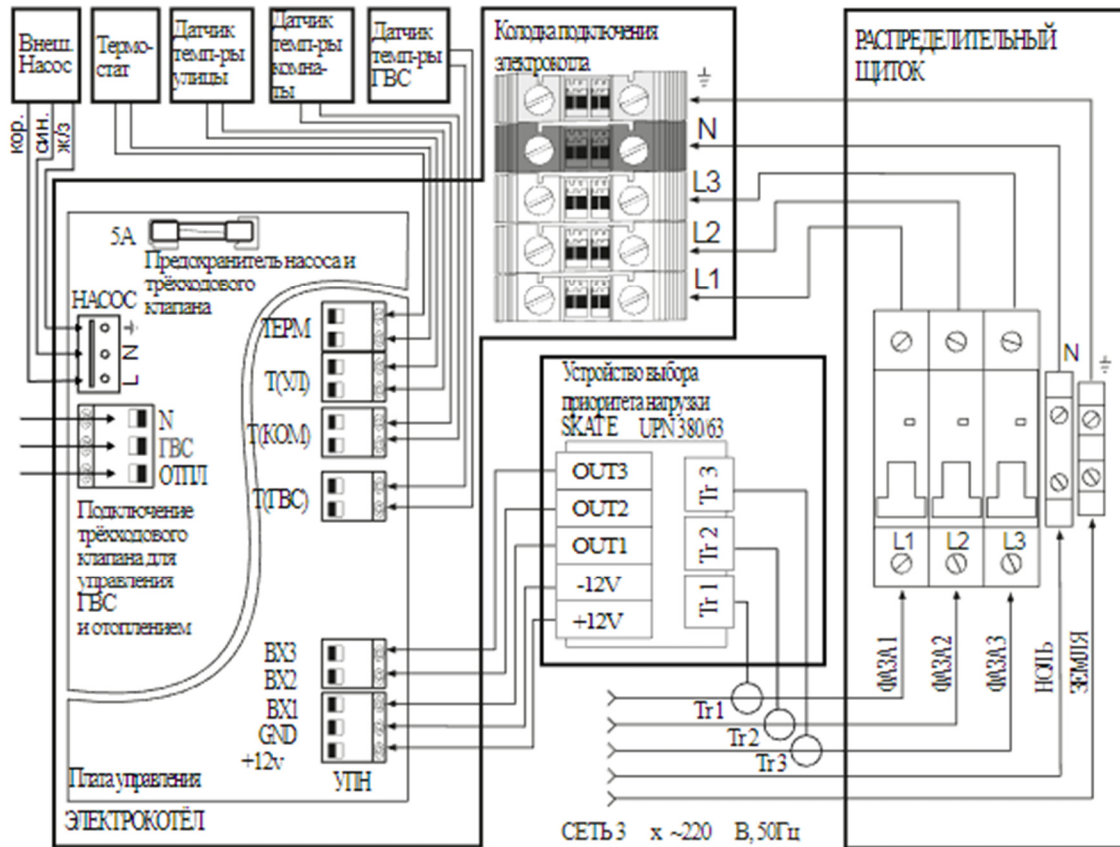

Рис. 6. Схема подключения электрокотла к сети 3х ~220 В
на временное отключение ТЭНов (см. схему подключения на Рис. 6).
установленную на заводе-изготовителе (см. Рис. 6).
- подключить на плате управления датчик уличной температуры к колодке с надписью «Т(УЛ)» (см. Рис. 6);